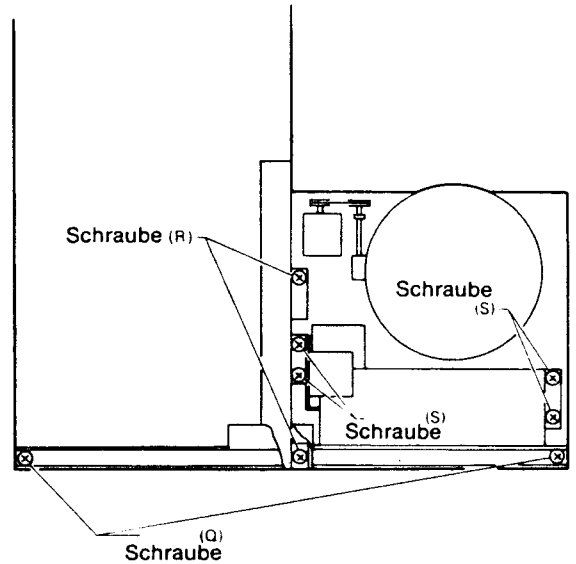

Abb. 13
8. Entfernen der mechanischen Einheit (Abb. 13)